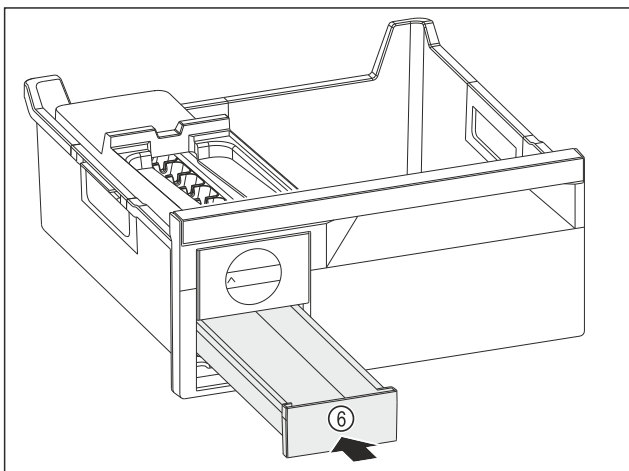

Fig. 146
- ▶ Вдвиньте выдвижной ящик для кубиков льда Fig. 146 (6).